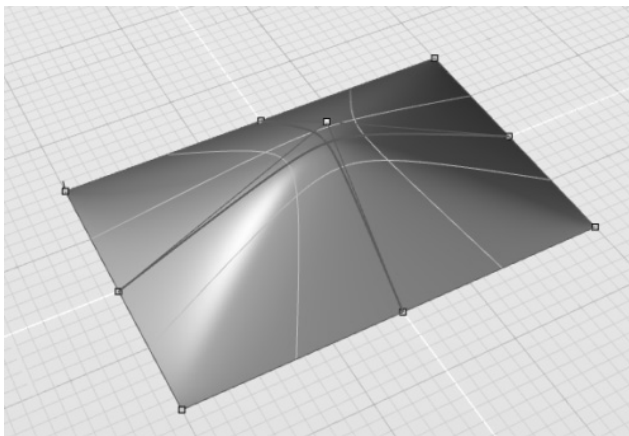

图 4-7 调整控制点权重
5) 保持曲面中间的控制点被选中, 将控制面板中的“权重”参数的值设置为“10”, 可见曲面向该点汇聚, 如图 4-7 所示, 即控制点权重越大, 曲面越偏向于该点。